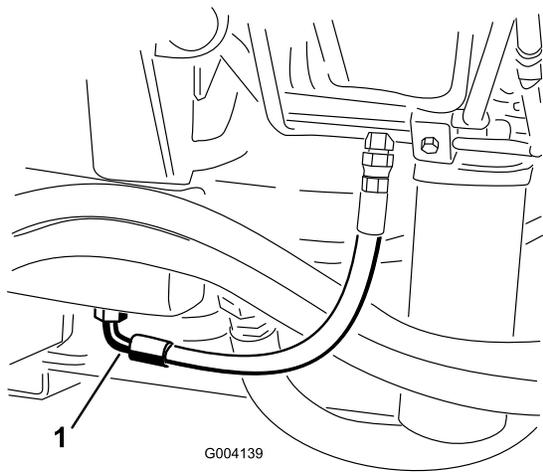

Рисунок 100
3. Установите большой сливной поддон под штуцер, расположенный в нижней части бака с гидравлической жидкостью (**Рисунок 100**).